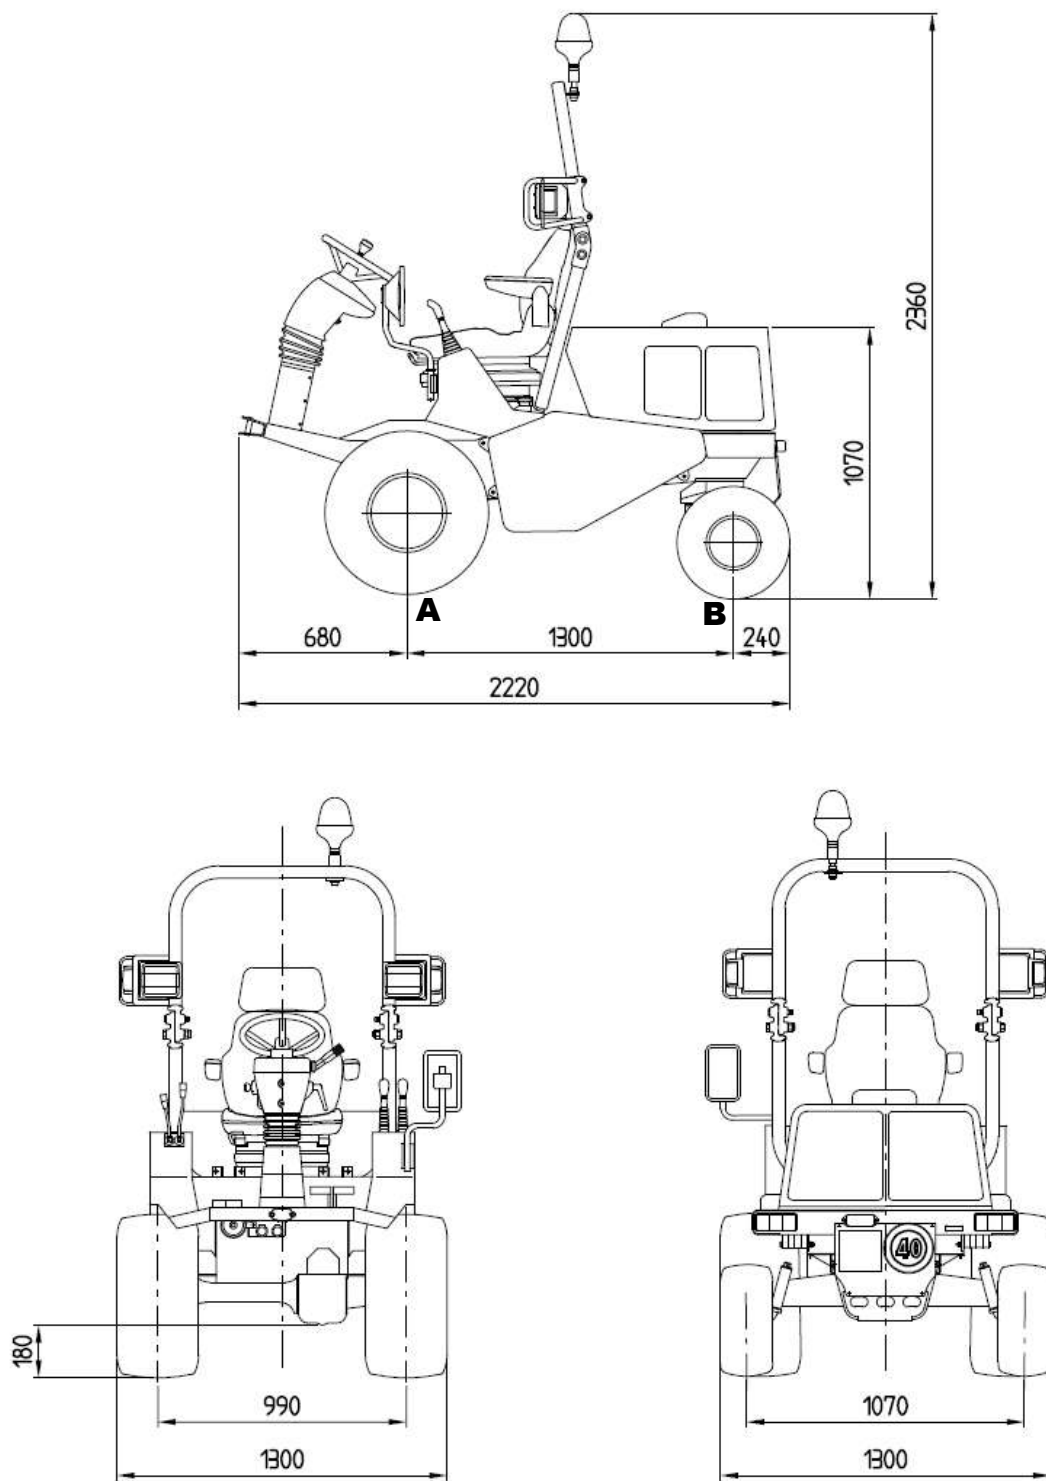

fig.3/1
3.19. Max. Abmessungen (mm) / Gewicht (kg) (Abb.3/1)
3.19. Dimensiones máximas (mm) / Peso (kg) (fig.3/1)
3.19. Dimensions maximum (mm) / Masse (kg) (fig.3/1)
3.19. Maximum dimensions (mm) / Weight (kg) (fig.3/1)
3.19. Dimensioni massime (mm) – Massa (kg) (fig.3/1)